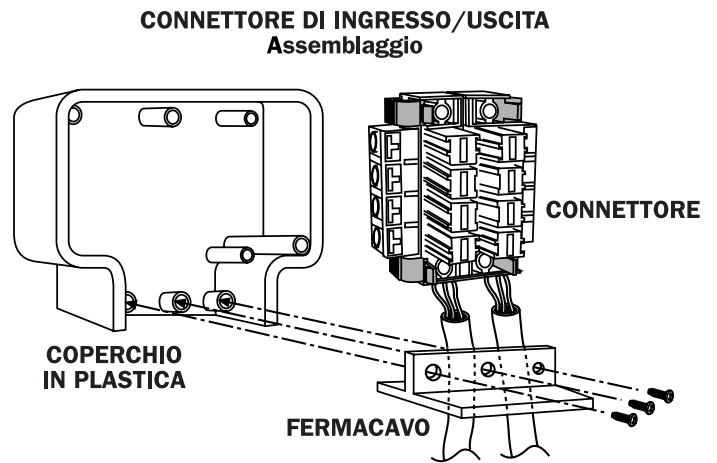

Fig. 6 Coperchio morsettiera
2. Inserire il connettore nel coperchio in plastica fissandolo con le apposite viti, quindi assicurare i cavi al coperchio tramite il fermacavo (vedi fig. 6).